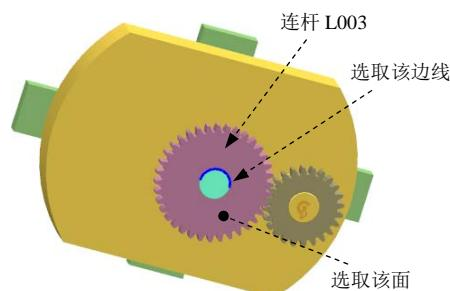

图 10.1.8 定义旋转副（二）
(1) 选择连杆。选取图 10.1.8 所示的连杆 L003。
(2) 定义原点及矢量。在“运动副”对话框 **操作** 区域的 **指定原点** 下拉列表中选取“圆弧中心” **◎** 选项，在模型中选取图 10.1.8 所示的圆弧为定位原点参照；选取图 10.1.8 所示的面作为矢量参考面，方向朝里（指向齿轮一侧）。
(3) 单击 **确定** 按钮，完成第二个运动副的添加。